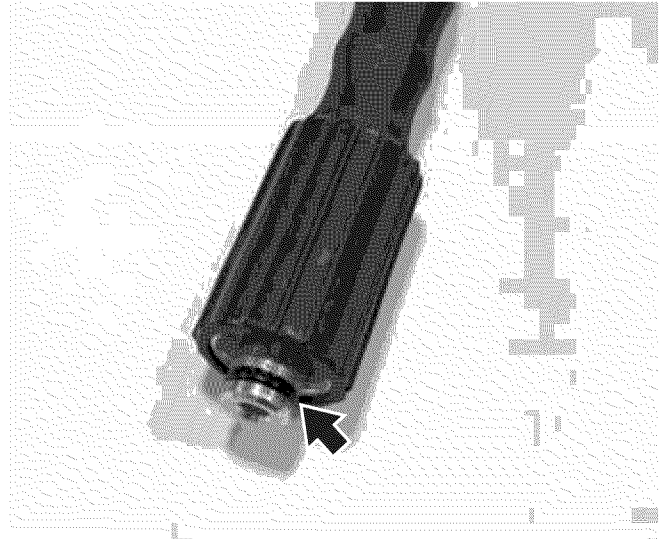

Figura 24 – Juntas tóricas de manguera de alta presión
11. Inspeccione las juntas tóricas a ambos lados de la manguera de alta presión. Humedezca las juntas tóricas con agua (Ver Figura 24).